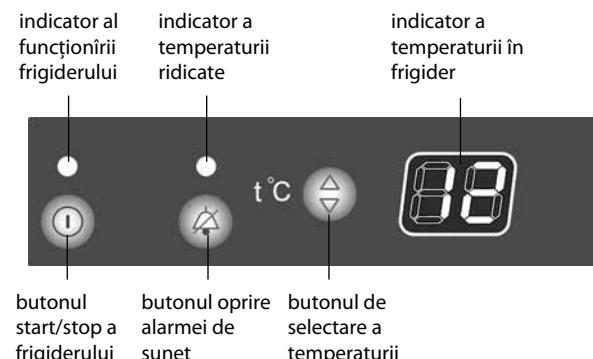

Figura 3
2.1.1 Ghestați funcționarea frigidului apăsând butoanele corespunzătoare ale unității de comandă, în conformitate cu figura 3.
2.1.2 Indicatoarele LED așa cum se arată în Figura 3 indică lucrul/oprirea frigidului, temperatura majorată în cameră, indicatorul numeric
2.2.1 Porniți frigiderul apăsând butonul ① așa cum se arată în figura 3 - se va aprinde indicatorul funcționării frigiderului și începe să clipească litera «H» pe indicatorul numeric de temperatură.
2.3.1 Setarea temperaturii se produce prin apăsarea butonului ⑤ în conformitate cu figura 3. Pe display-ul digital al temperaturii va începe să clipească indicația temperaturii în grade Celsius. După apasarea repetată a butonului ⑤ valoarea numerică a indicatorului crește pînă la valoarea maximă, și apoi se resetează la valoarea cea mai mică.
apăsarea butonului ④ (cu ușa deschisă), așa cum se arată în figura 3, sau când oprîți frigiderul.